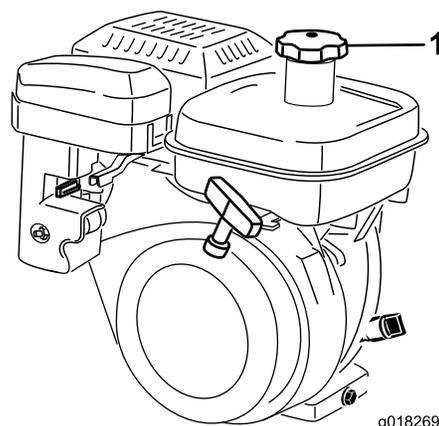

Рисунок 25
1. Очистите область вокруг крышки топливного бака и снимите ее (Рисунок 25). Заполните топливный бак до уровня не выше нижнего края сетчатого фильтра. Не допускайте переполнения.